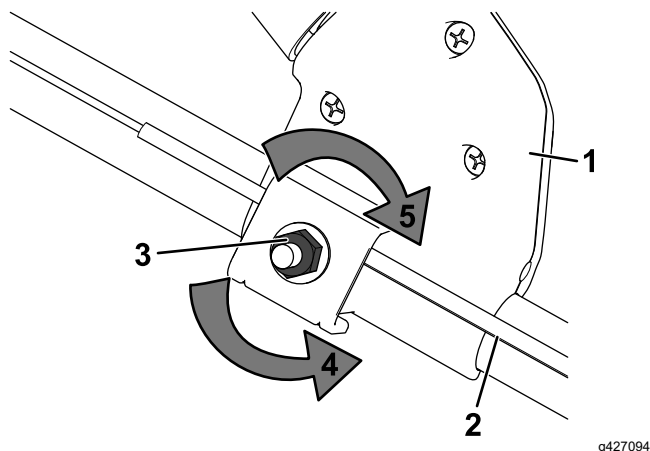

Figure 23
1. Tournez l'écrou de réglage dans le sens antihoraire pour desserrer le réglage du câble (Figure 23).
2. Ajustez la tension du câble (Figure 23) en le tirant en arrière ou en le poussant en avant puis en le maintenant à cette position.